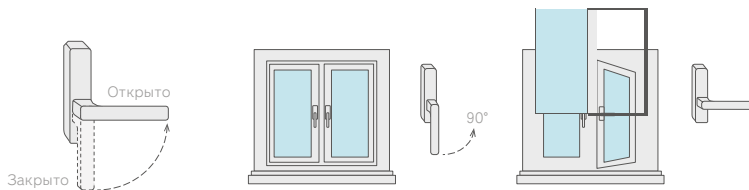

Рис. 1
2. Чтобы открыть (распахнуть) створку окна, ручку поворачивают на 90 градусов в горизонтальное положение (положение «Открыто» на Рис. 1). При повороте ручки закрытую створку слегка прижимают к раме другой рукой (чуть выше ручки). Затем, потянув за ручку, створку распахивают (сплошной режим — поворотное открывание).